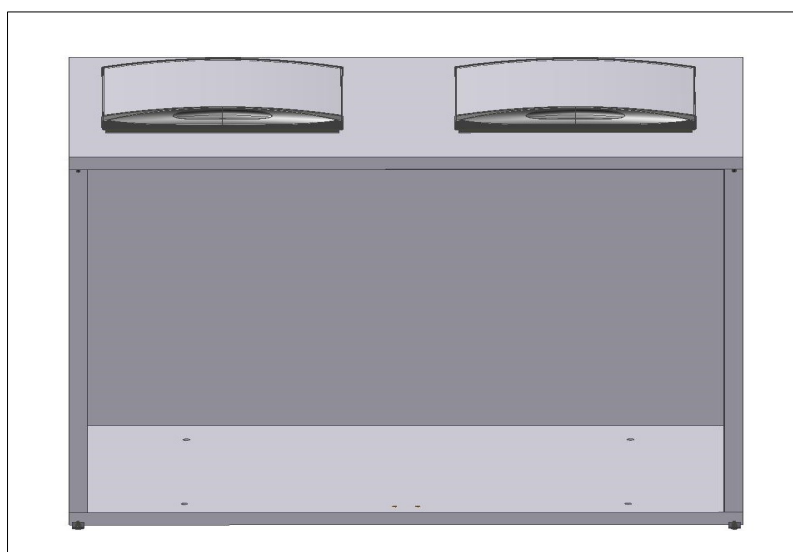

Fig. 7
- Bringen Sie die **Abdeckplatte** auf den Seitenwänden und der Rückwand in Position und befestigen Sie sie nur mit der Rückwand (Abb.7);